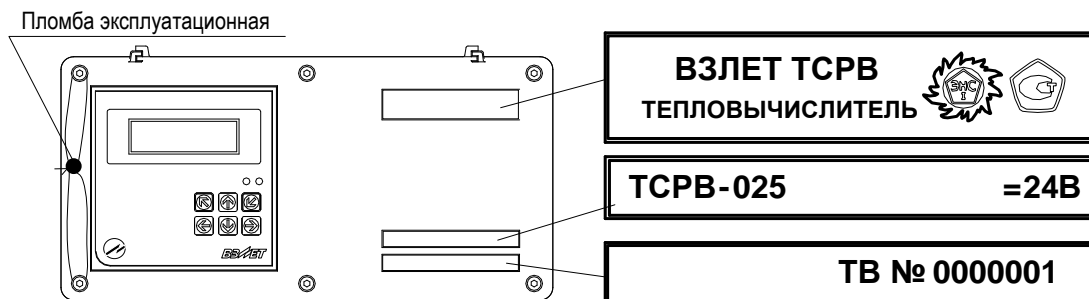

Рис.3. Вид и размещение маркировки и возможных мест пломбирования корпуса ТВ.
1.7.1. Маркировка на лицевой панели ТВ (рис.3) содержит:
1.7.4. Для защиты от несанкционированного доступа при транспортировке, хранении и эксплуатации могут пломбироваться два винта на корпусе ТВ со стороны лицевой панели (рис.3).